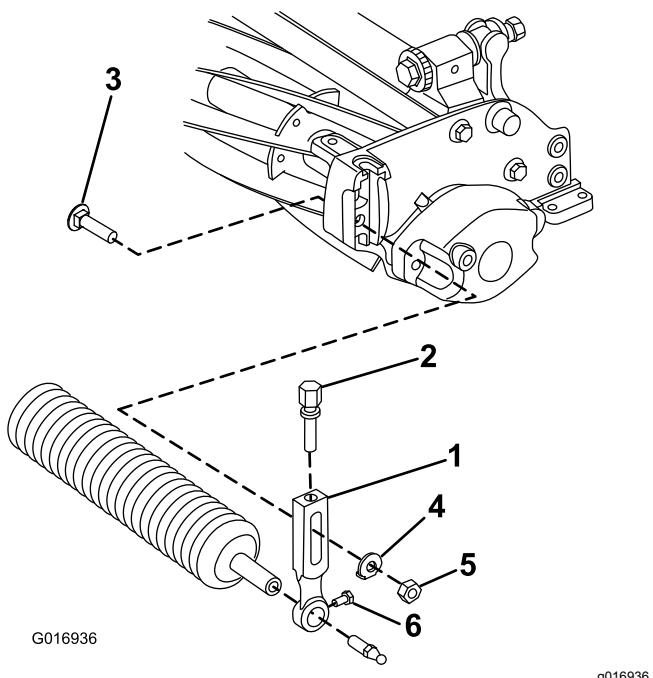

図 3
- 刈高アーム左右のどちらか1本をカッティングユニットのサイドプレート固定しているプラウボルト、ワッシャ、フランジナットを外す図3。